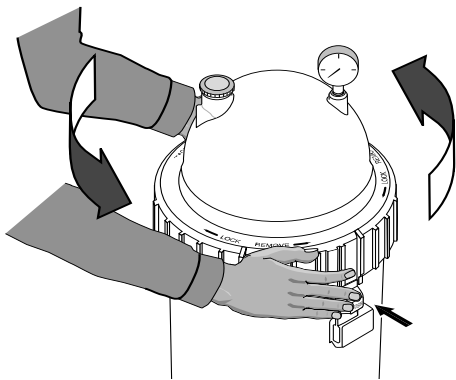

Figura 4 - Presione sobre el pasador de seguridad para destornillar el Posi-Ring™.
- a. Oprima el pasador de seguridad (debajo del aro) hacia el tanque para soltarlo. (Consulte la Figura 4)